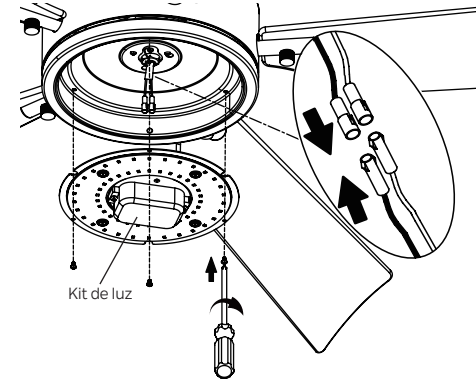

Figura 22
Paso 1. Sostenga el kit de luz LED en la placa de luz, luego conecte los dos conectores de una clavija del kit de luz a los dos conectores de una clavija del conjunto del motor. Conecte el cable negro con el cable negro y el cable blanco con el cable blanco. Fije el kit de luz a la placa de luz y apriete firmemente con tres (3) tornillos del paquete de tornillos. (Figura 22)